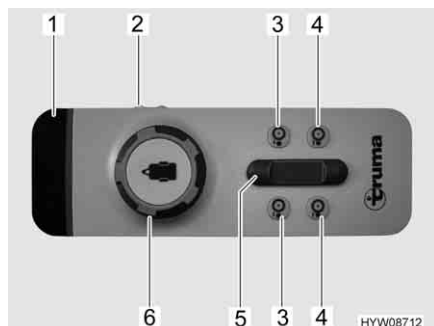

Fig. 8 Telecomando
Il veicolo viene comandato tramite un pomello girevole e un regolatore a scorrimento posizionati sul telecomando (Fig. 8). La seguente tabella descrive la funzione dei singoli elementi di comando/indicazione:
- Spostare l'interruttore a scorrimento (Fig. 8,2) del telecomando su "ON". Il LED verde 4 (Fig. 8,2) lampeggia per circa 5 secondi, quindi rimane acceso. Il sistema di manovra è ora pronto all'uso.
- Su entrambi i lati, avvicinare i rulli di trasmissione alle ruote, premendo contemporaneamente gli appositi tasti (Fig. 8,4) per circa 3 secondi.
- Spostare il veicolo nella posizione desiderata tramite il pomello girevole (Fig. 8,6) e il regolatore a scorrimento (Fig. 8,5). Il veicolo viene movimentato e frenato senza problemi.
- Sui due lati, ruotare i rulli di trasmissione retraendoli dai pneumatici. A tale scopo, premere gli appositi tasti (Fig. 8,3) per circa 3 secondi.
- Spostare l'interruttore a scorrimento (Fig. 8,2) del telecomando su "OFF".